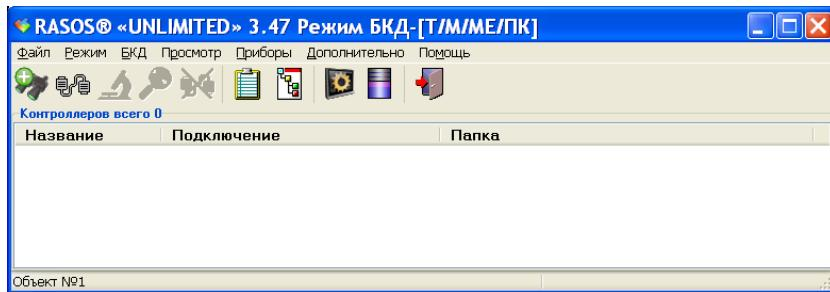

Рисунок 5 - Добавление нового объекта
4) Загрузить программу RASOS в ПЭВМ. В программе RASOS выбрать пункт меню «Поиск» (рисунок 5).